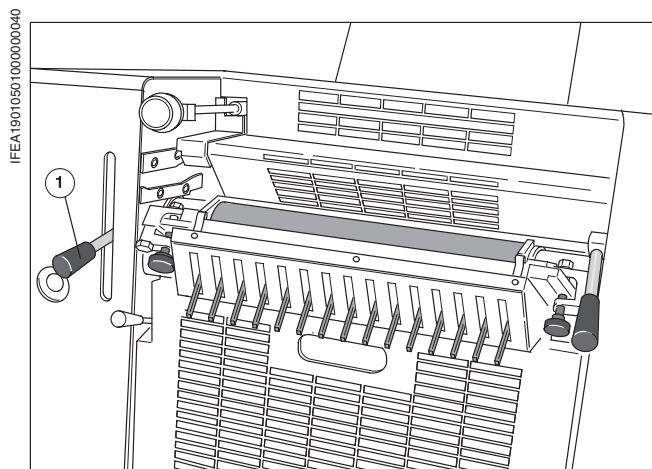
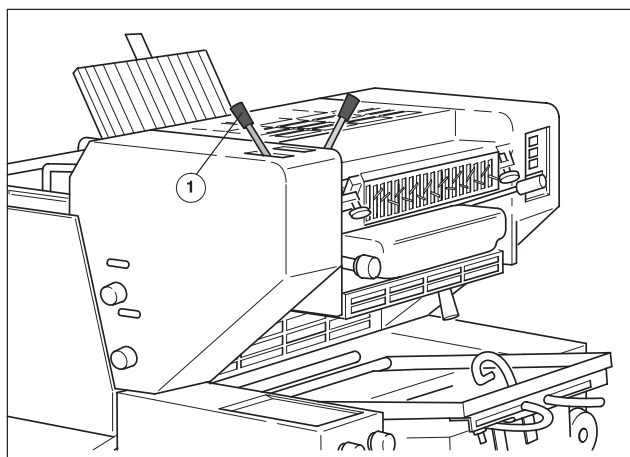

Рис. 7 Ручка муфты дуктора - ПС 1
Рис. 8 Ручка муфты дуктора - ПС 2
Для чистки или подачи большего количества краски дуктор можно вращать вручную при помощи ручки муфты; ПС 1 (Рис. 7/①), ПС 2 (Рис. 8/①).
- ① Ручку муфты установить вверх и потянуть вниз.